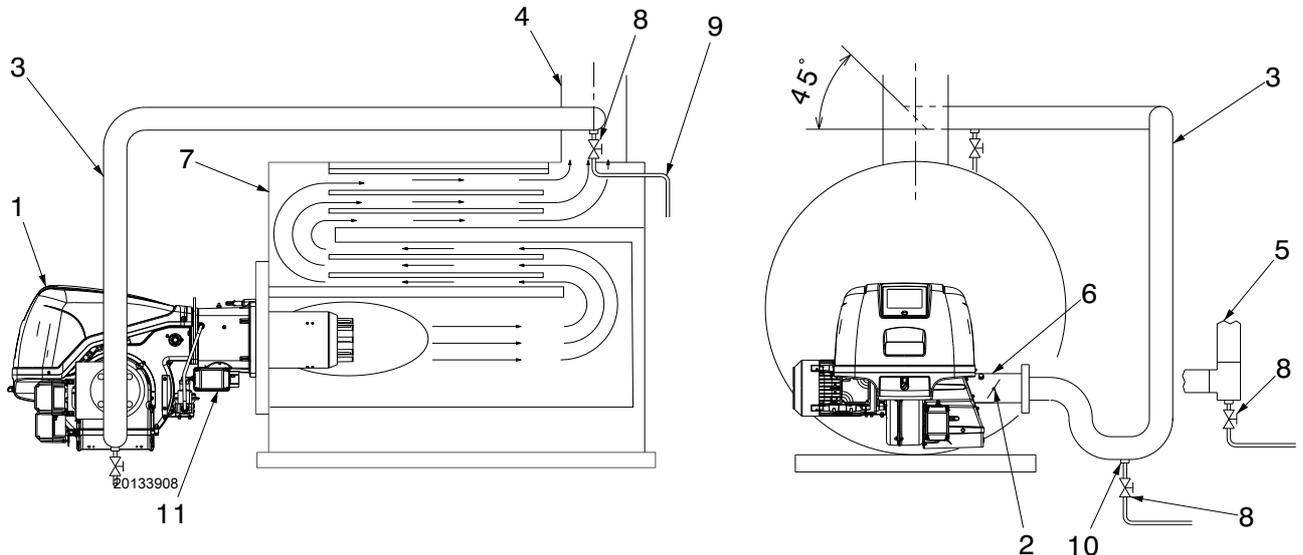

图 25
- 通常，管路与烟道连接如图 25 所示，管道 45° 切割面向烟气气流且切割面中心位于烟道中心。管路可以连接至烟箱，但其位置仍必须保证同一 45° 切割面面向烟气气流，并且切割面中心位于烟气流中心。
图例（图 25）